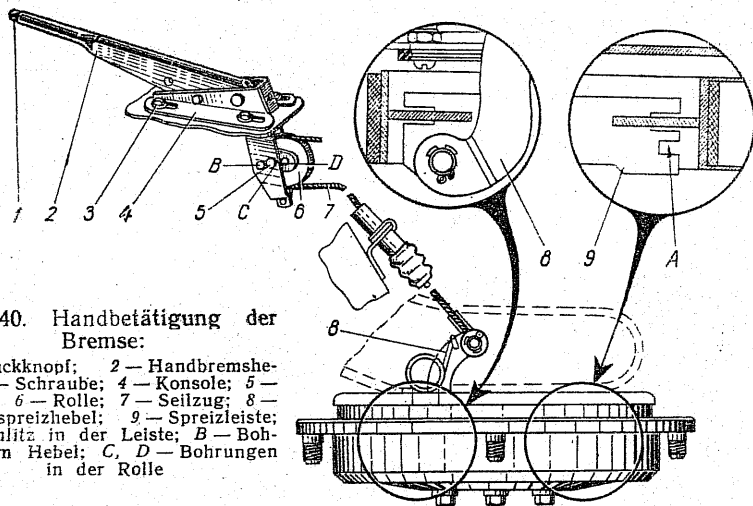

Bild 40. Handbetätigung der Bremse:
1. Nachspannen des Seilzuges durch Vorwärtsverstellen der Konsole 4 (Bild 40) am Hebel 2 der Einrichtung für Bremsbetätigung.